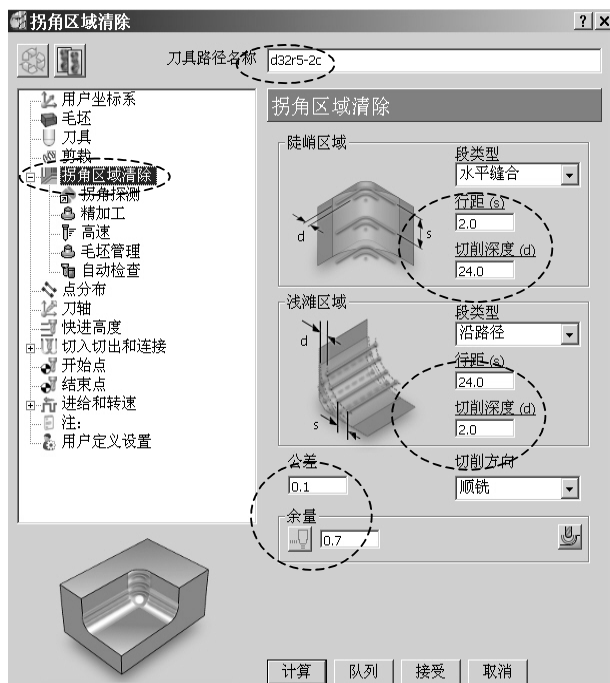

图 12-11 设置二次粗加工参数
2) 计算二次粗加工刀具路径: 在 PowerMILL 综合工具栏中单击刀具路径策略按钮 , 打开“策略选取器”对话框, 选择“三维区域清除”选项卡, 在该选项卡中选择“拐角区域清除”, 单击“接受”按钮, 打开“拐角区域清除”表格, 按图 12-11 所示设置参数。